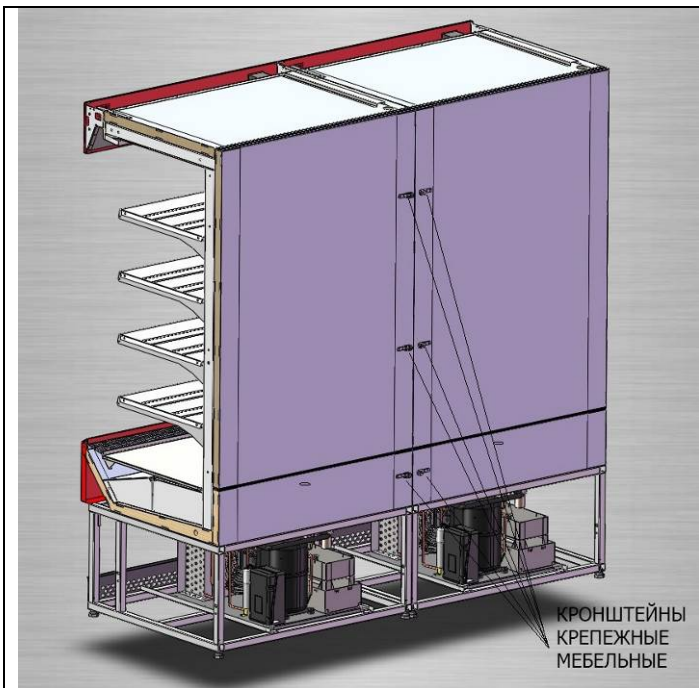

рис. 5
4. Закрепить на витринах мебельные кронштейны, входящие в комплектацию витрин, саморезами 5X35 в местах, указанных на рис.5, и стянуть витрины через мебельные кронштейны болтами M8X60 и гайками M8, входящими в стыковочные комплекты витрин.